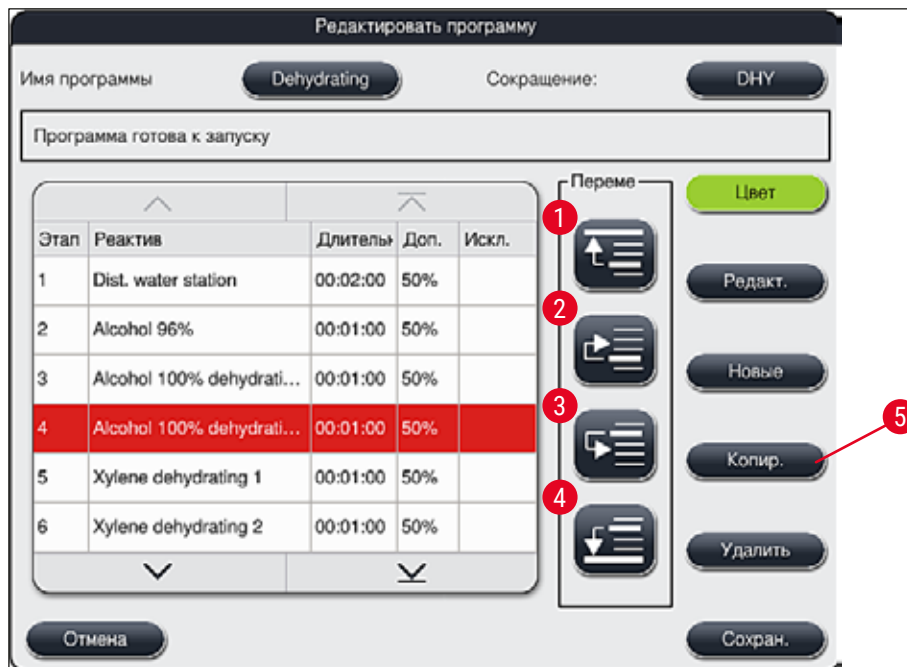

Рис. 49
- На экране открывается окно **Редактирование программы** (→ "Рис. 49").
- При нажатии кнопки **Сохранить** (→ "Рис. 49") изменения принимаются. Для отмены изменений нажмите кнопку **Отмена**.